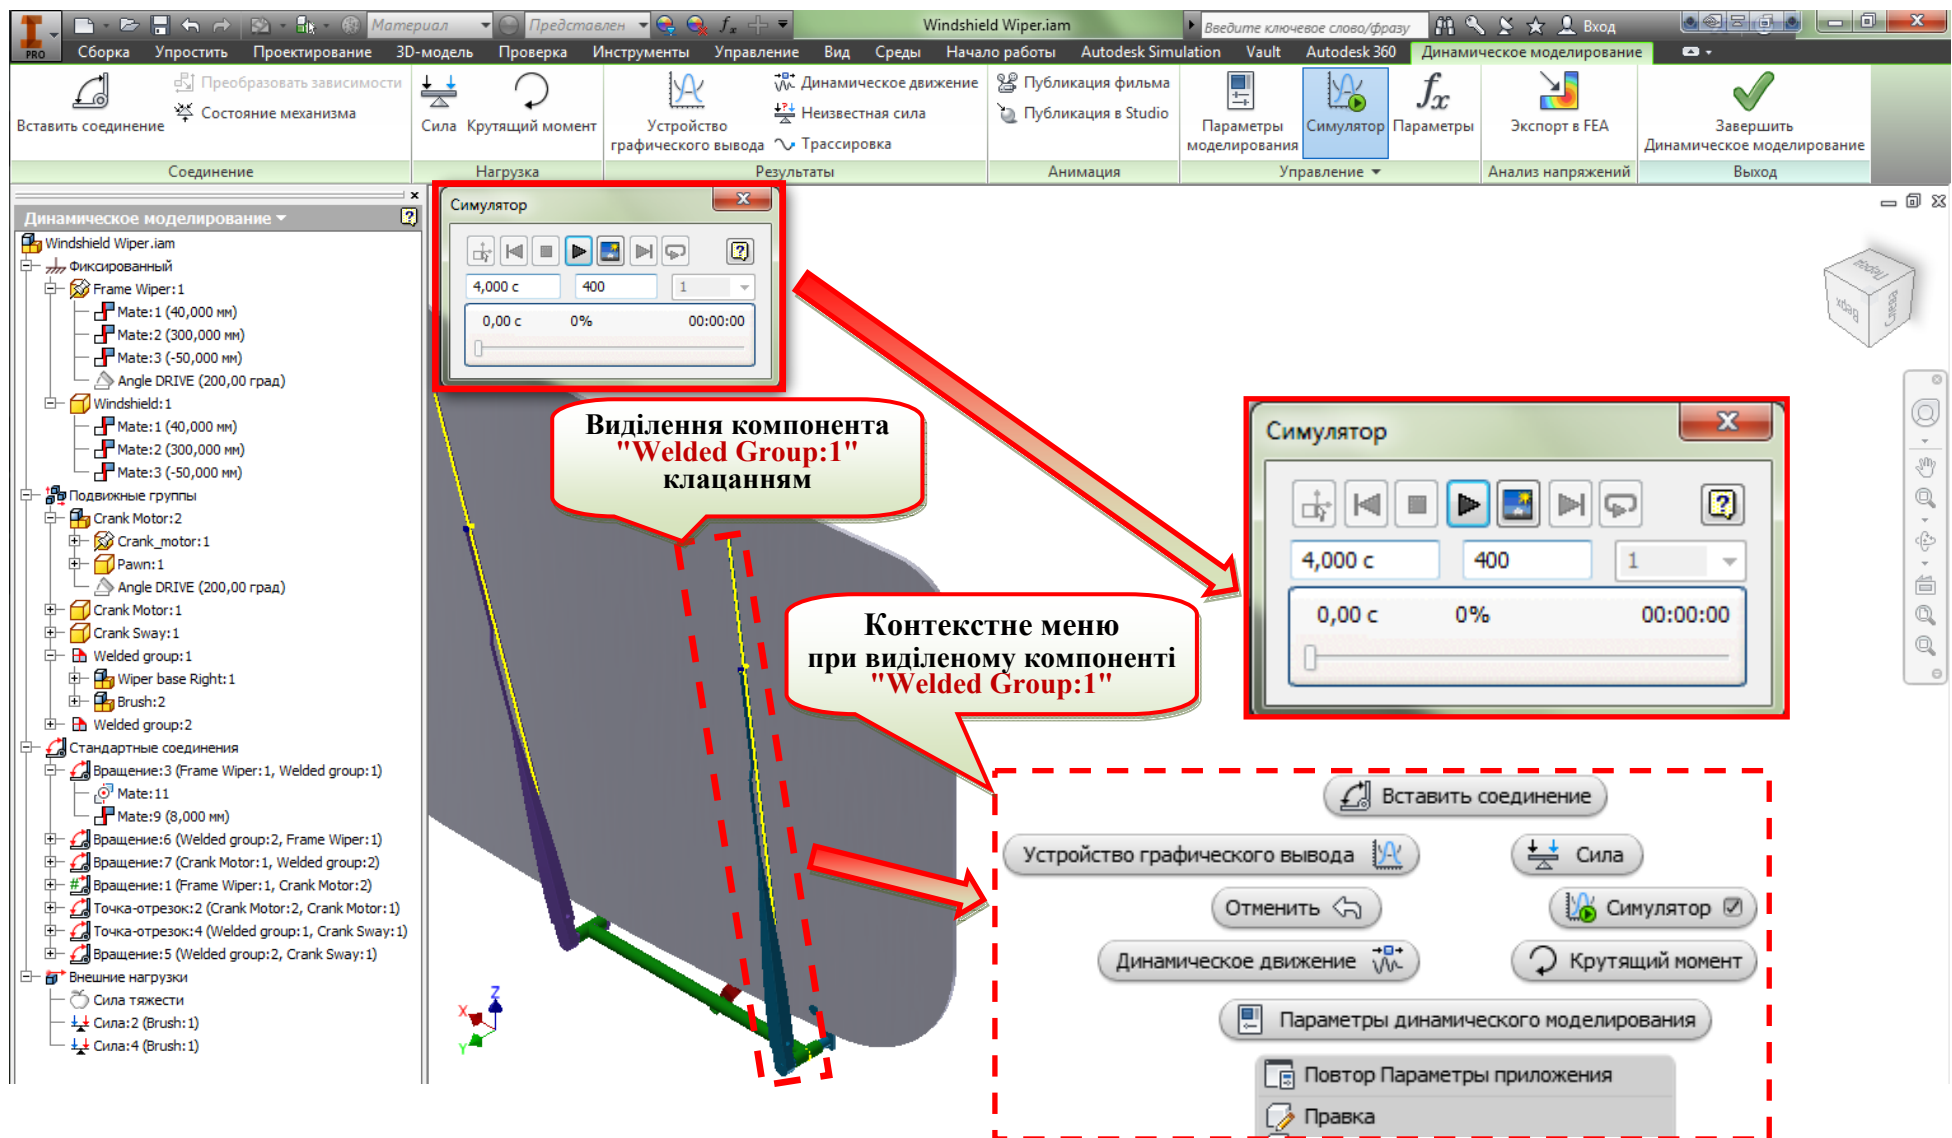

Рис. 2.1. Вікно модуля динамічного моделювання
Для входу в середовище динамічного моделювання потрібно запустити команду  "Динамическое моделирование", кнопка якої розташована на вкладці "Среды" модульної стрічки. Після завантаження модуля динамічного моделювання графічний екран набуде вигляду, що представлений на рис. 2.1, і на модульній стрічці з'явиться вкладка "Динамическое моделирование".
На вкладці "Динамическое моделирование" (рис. 2.1) розташовані групи команд:
Ієрархічна структура браузера. Всі компоненти після входу в середовище динамічного моделювання спочатку відображаються в розділі "Фиксированный" (рис. 2.1, табл. 2.2) (коли в діалоговому вікні "Параметры Динамическое моделирование" не встановлений прапорець з підписом "Автоматически преобразовывать зависимости в стандарт. соединения"). Коли з'єднання створені, то у розділі "Фиксированный" розміщені базова деталь та нерухомі відносно неї (зв'язані конструктивними зв'язками типу "Совмещение") деталі. Рухомі компоненти (між якими створені з'єднання) поміщаються в розділ "Подвижные группы", причому з'єднання відображається в групі відповідної категорії з'єднання. Конструктивні зв'язки, що формують
– "Добавить силу" - додавання зовнішньої сили, за винятком сили тяжіння. Доступ до цієї команди можна отримати, клацнувши у браузері правою кнопкою миші групу "Внешние нагрузки". Команда також викликається через панель інструментів стрічкового типу, а саме через пункт "Сила" (рис. 2.1).